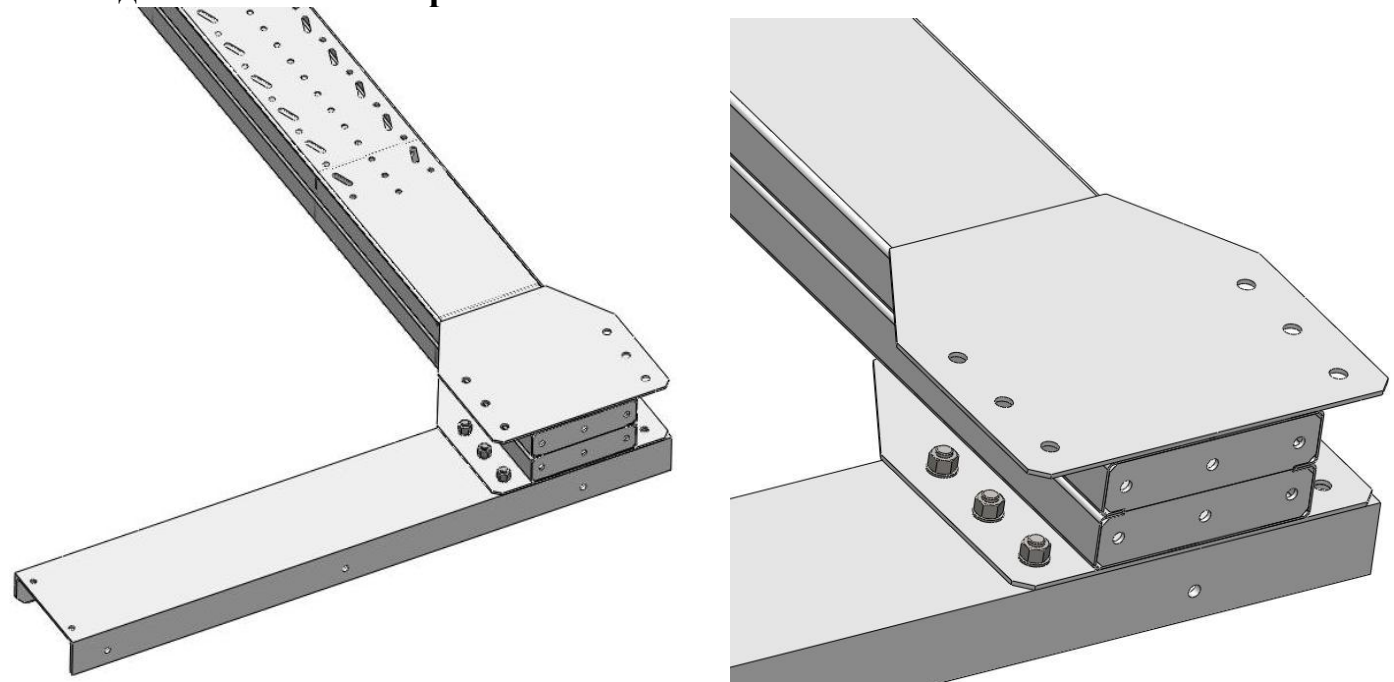

Рисунок 3
1. Расположить одну часть основания поз. 5 или 6 (таблица 1) и стойку поз. 9...15 (таблица 1) горизонтально, закрепить их входящим в комплект болтами M20×45, гайками M20 и шайбами 20 (рисунок 3).